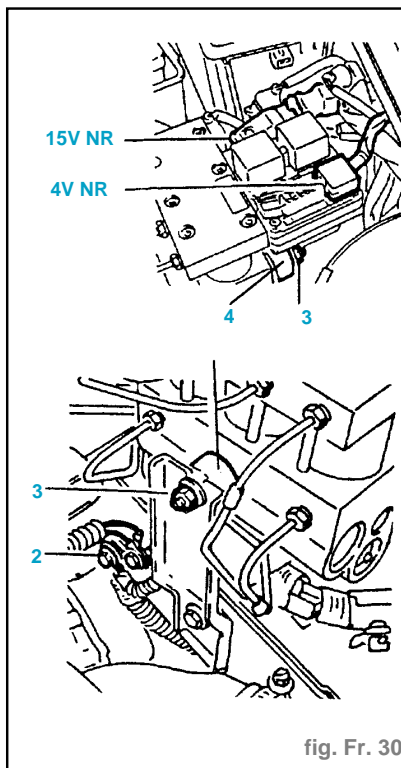

fig. Fr. 30
- Débrancher les connecteurs 4V NR et 15V NR (fig. Fr. 30).
- Déposer la vis (2) (fig. Fr. 30).
- Déposer les écrous (3) (fig. Fr. 30).
Attention : Ne pas rebrancher le connecteur 4V NR avant de purger le dispositif (fig. Fr. 30).
- Veiller au positionnement correct des butées élastiques (4) (fig. Fr. 30).